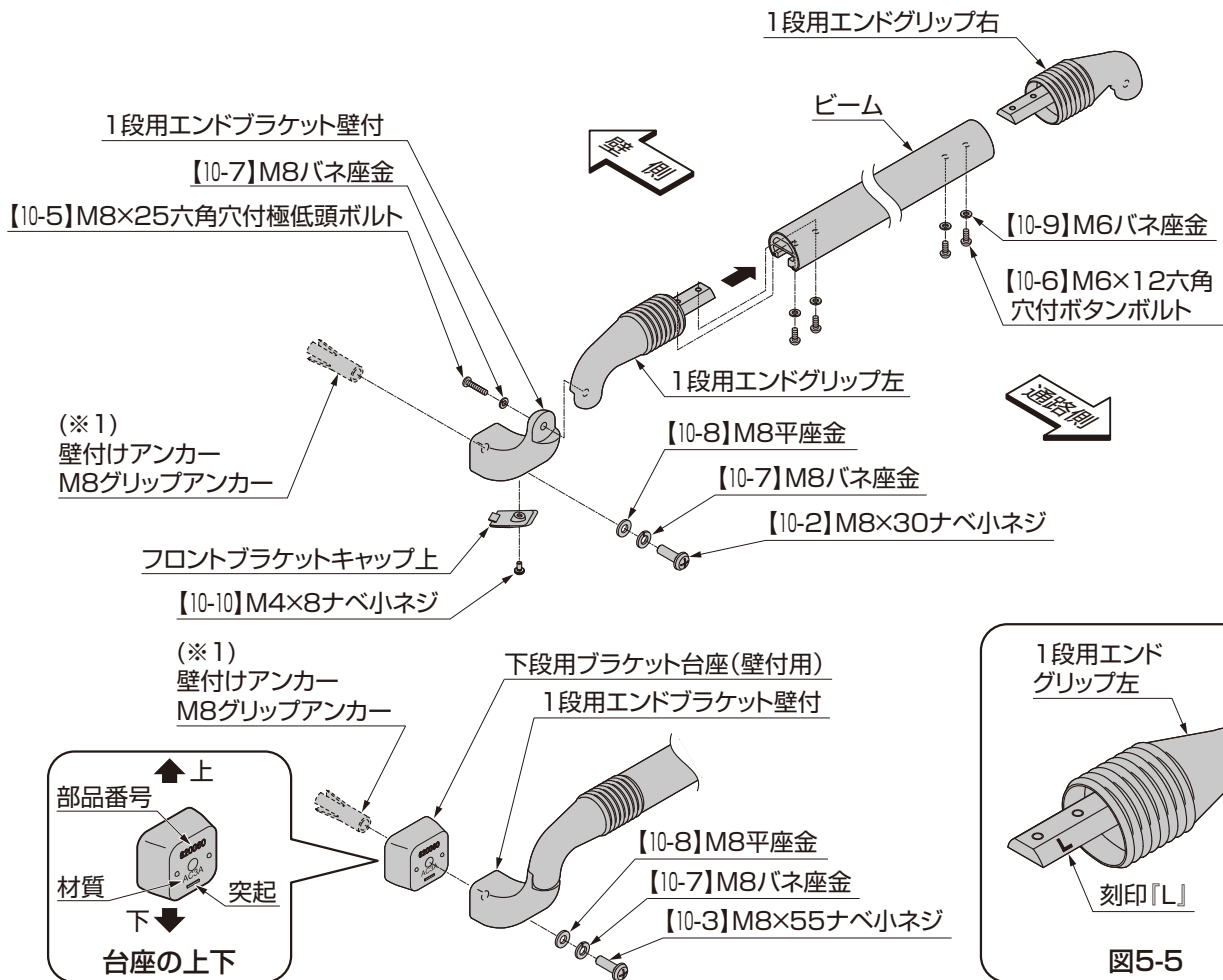

図5-5
- 1段用エンドグリッブには、右、左の向きがあります。1段用エンドグリッブには、左のみ「L」と刻印がされています。(図5-5参照)
- ④ フロントブラケットキャップを【10-10】で取付けてください。